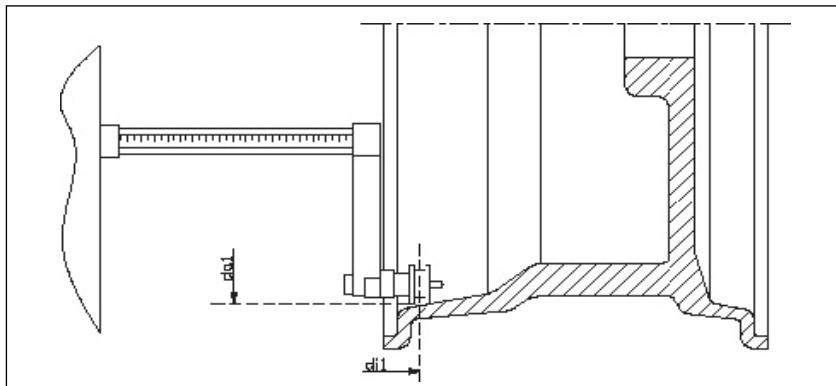

Figura F3.9 - Aquisição automática dos valores da distância externa do aro nos modos ALS1 e ALS2
- 4) Puxe o medidor de distância/diâmetro contra o lado externo do aro, conforme mostrado na Figura F3.9;
- 6) Puxe o medidor de distância/diâmetro contra a posição onde o bloco será colocado no lado externo do aro. Como mostrado na figura F3.9;